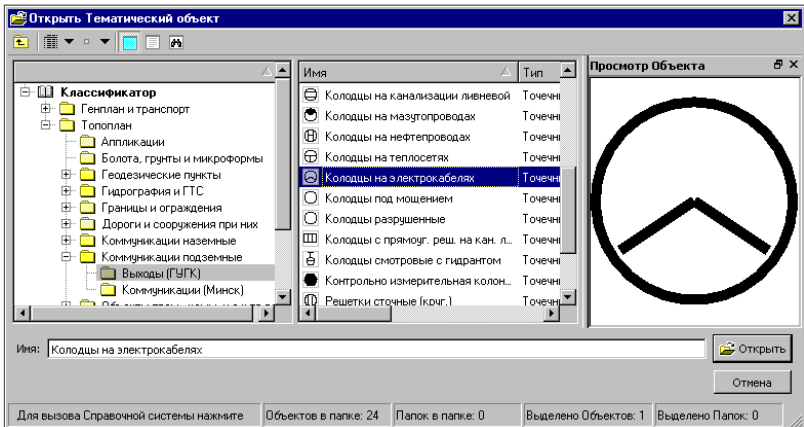

Рис. 7.5
6. В открывшемся диалоговом окне **Открыть Тематический объект** выберите объект **Колодцы на электрокабелях** (рис. 7.5) и нажмите кнопку **Открыть**.
9. В классификаторе для этого объекта назначены две подписи, которые немного отличаются своим составом (рис. 7.5). Обратите внимание, в группе **Подписи объекта** (в параметре **Создавать** должно быть *Да*) есть настройка на создание этих подписей. Установите **Электрокаб_2** – *Не создавать*, а **Электрокабель_2** – *Создавать*.
назначив параметр в строке **Точки – Создавать** (рис. 7.5), при этом все параметры точки будут доступны для редактирования.